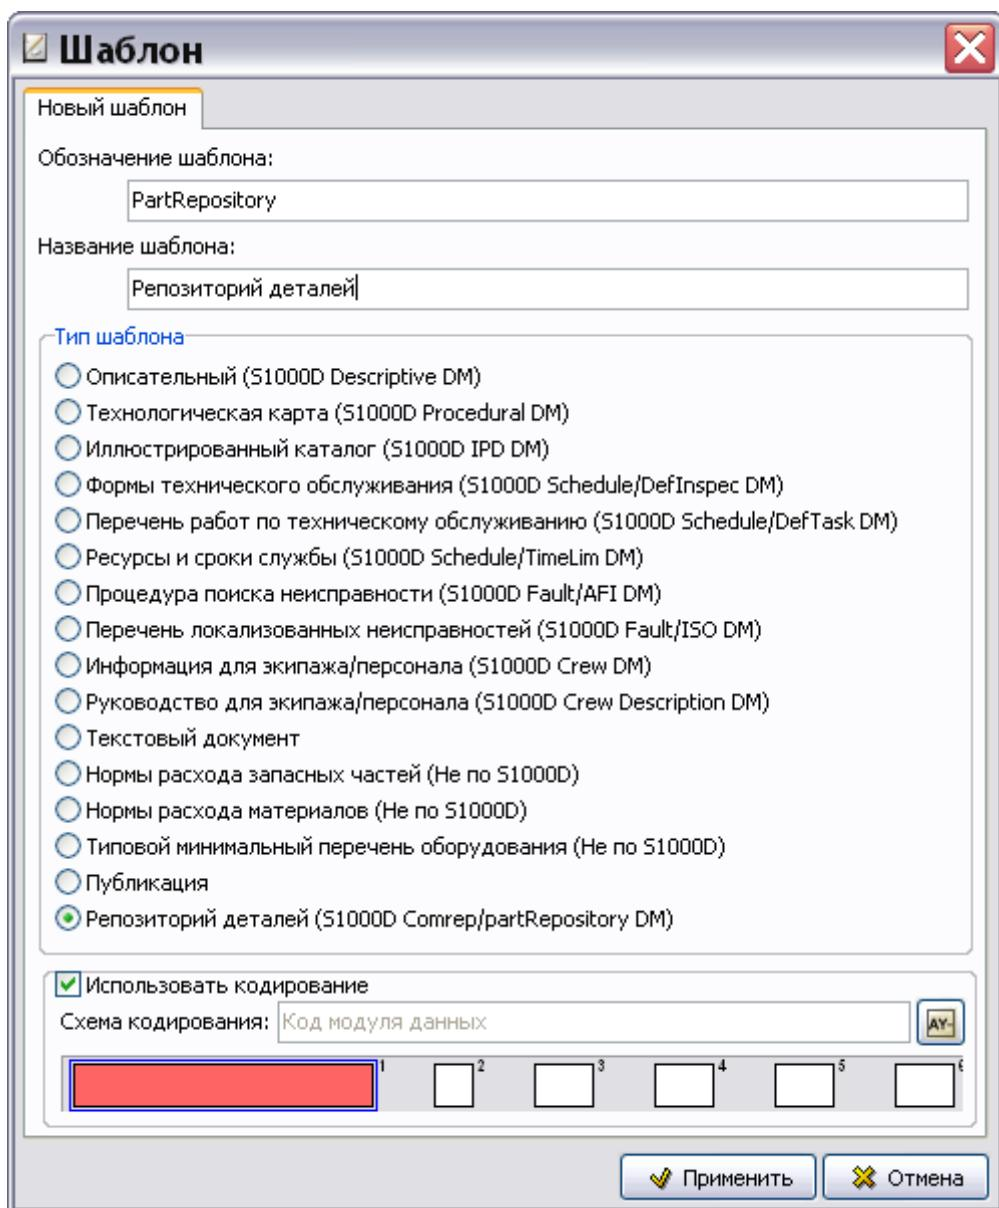

Рис. 3.78
2. В диалоговом окне **Шаблон** введите обозначение шаблона – «PartRepository» и название – «Репозиторий деталей» (Рис. 3.78).